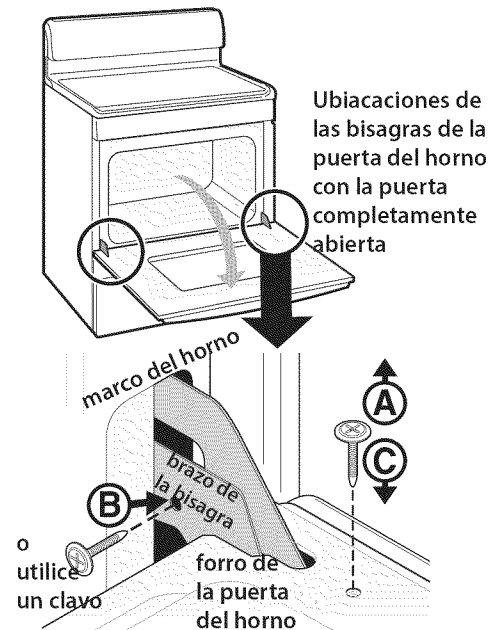

Figura 17: Ubicaciones de las bisagras y pasos para la desinstalación de las bisagras
2. Retire los dos tornillos ubicados en el revestimiento interior de la puerta (Figura 17).
3. Inserte los dos tornillos en los agujeros de la bisagra de la puerta ubicados en el lado del brazo de la bisagra, uno en cada bisagra (Figura 17).
5. Vuelva a instalar los dos tornillos en el revestimiento de la puerta (Figura 17).